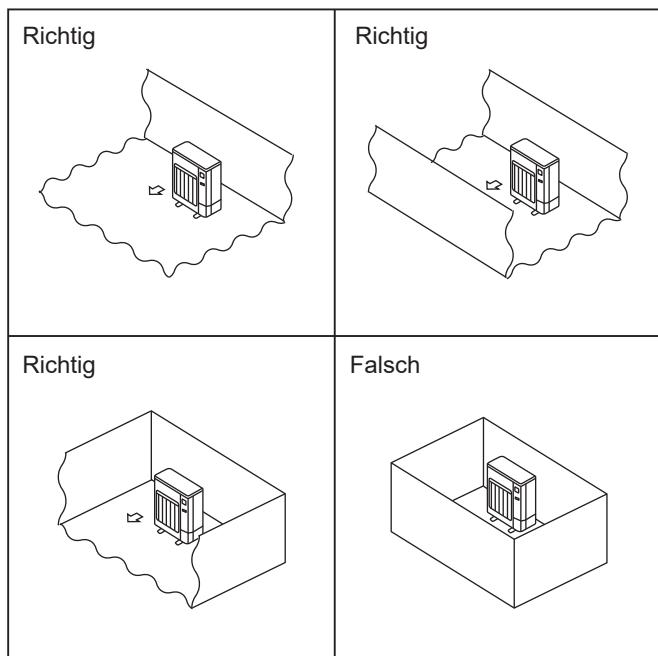

Fig. 2-1
- ◎ Installieren Sie Außenanlagen an einem Ort, an dem wenigstens eine der vier Seiten offen ist, und in einem ausreichend großen Raum ohne Senken. (Fig. 2-1)